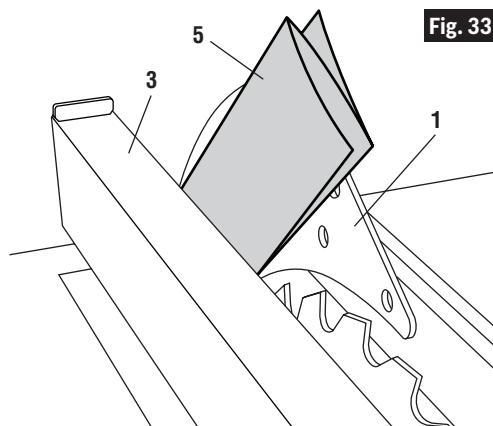

Fig. 33
4. Utilizando el tope-guía para cortar al hilo como guía, compruebe la alineación de la cuchilla separadora con el plano de la hoja de sierra. Como la cuchilla separadora es más delgada, aproximadamente tres grosores de papel a cada lado, que la anchura de la SECCIÓN DE CORTE de la hoja (Fig. 31), usted debe hacer un "calibre espaciador" de papel temporal. Haga dos pliegues en un pedazo pequeño (6 x 6 pulgadas) de papel de periódico ordinario haciendo tres grosores. Coloque el calibre espaciador de papel **5** entre la cuchilla separadora **1** y el tope-guía para cortar al hilo **3** (Fig. 33).